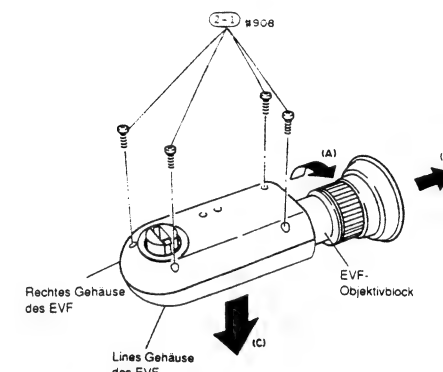

Abb. 2-121
- 1) Den EVF-Objektivblock in Richtung des Pfeiles (A) drehen (siehe Abb. 2-121).
- 2) Den EVF-Objektivblock in Richtung des Pfeiles (B) entfernen.
- 1) Vier (4) Befestigungsschrauben des linken und rechten Gehäuses des EVF entfernen (siehe Abb. 2-121).
- 2) Das linke Gehäuse des EVF von dem EVF-Block in Richtung des Pfeiles (C) entfernen.